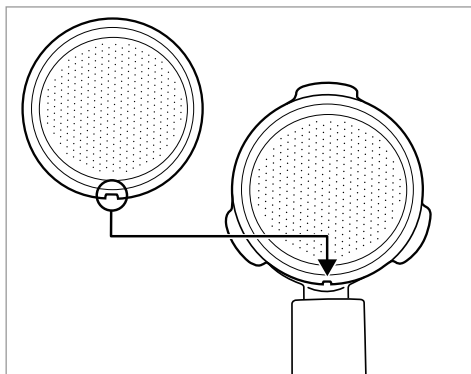

Fig. 2
- 1) Umpleți rezervorul de apă (9) cu apă.
- 2) Introduceți filtrul mare (19) sau mic pentru espresso (20) în suportul filtrului (18) (a se vedea fig. 2 și 3):